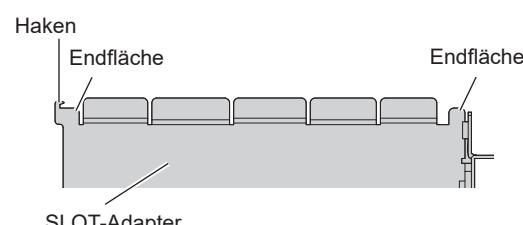

Abb. 2
2) Setzen Sie die Funktionskarte in den SLOT-Adapter ein. (Abb. 2)